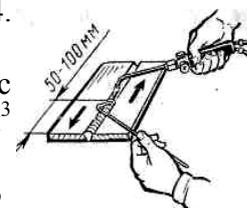

Рис. 3
4.7. Сварку начать, отступив от края на 50-100 мм. Затем заварить оставленный участок в обратном направлении (рис. 3). Процесс сварки вести быстро и непрерывно, без отрыва сварочного пламени от ванны расплавленного металла. Присадочный металл плавить только в пределах сварочной ванны расплавленного металла шва.